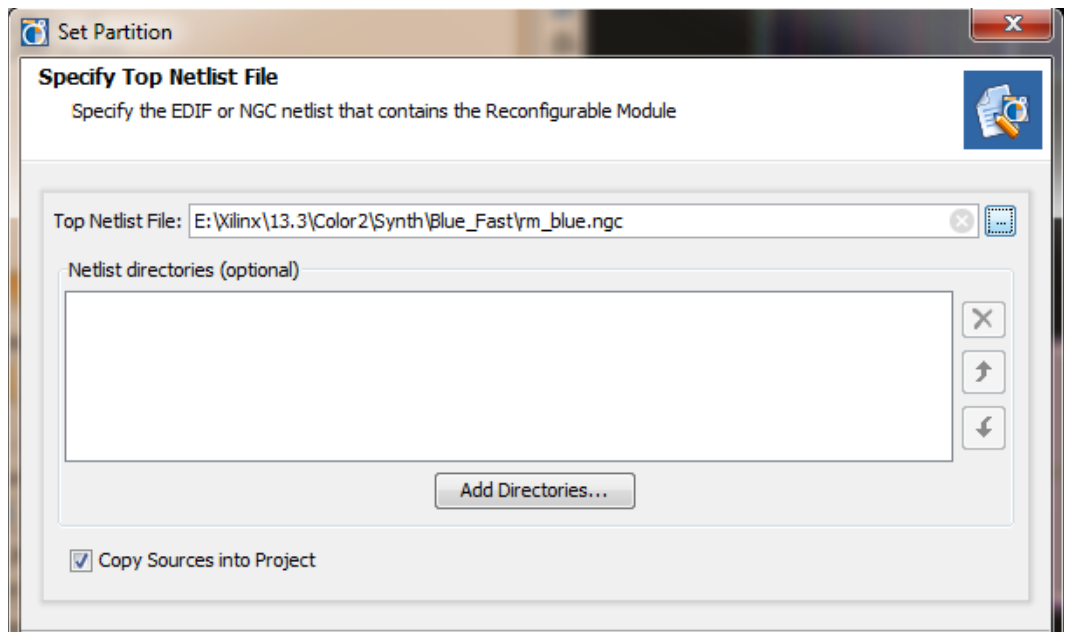

図 4-8：リコンフィギャラブル モジュール 1 つが追加されたリコンフィギャラブルパーティション
3. [Set Partition] ダイアログ ボックスで NGC ファイルへのパスを指定します (図 4-8)。